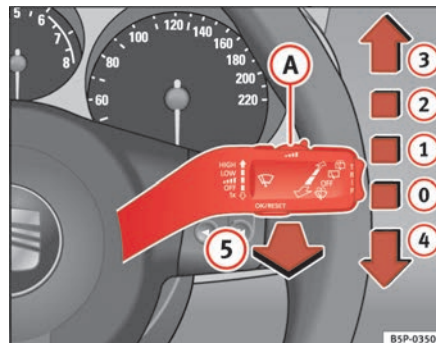

Fig. 85 Leva del tergi-lavacrystalli
Posizioni della leva dei tergicristalli ⇒ fig. 85:
- Se, quando è attivo il livello di tergiture (2) ⇒ pag. 124, fig. 85 oppure il livello (3), ci si ferma, la velocità di movimento dei tergicristalli passa automaticamente al livello immediatamente inferiore. Non appena si riparte, i tergicristalli tornano a funzionare secondo la posizione selezionata originariamente.